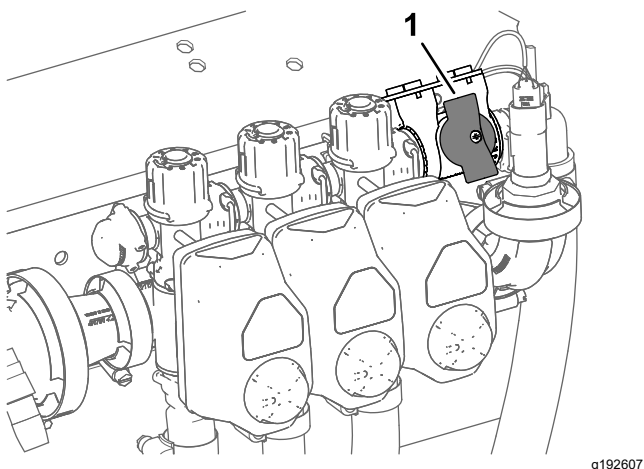

図 39
2. 個別ブームバイパス停止バルブのノブを「閉」位置にする 図 39。